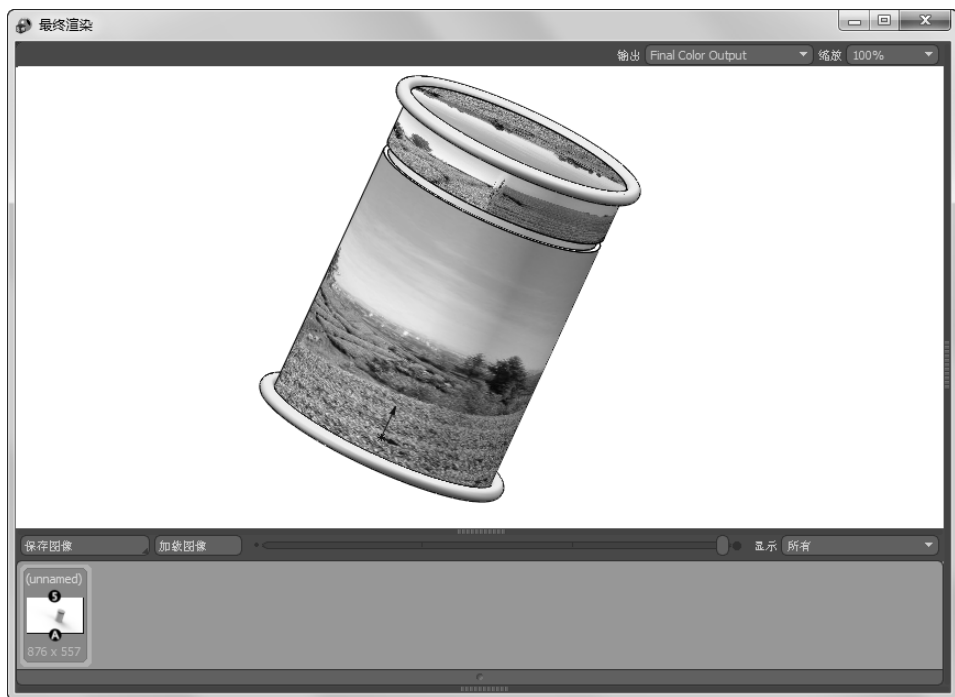

图 8-87 渲染结果
17) 渲染。选择菜单栏“PhotoView 360”→“预览渲染”命令，弹出“零件1.SLDPRT-Photoview 360 2018”对话框，进行渲染，完成渲染后弹出“最终渲染”对话框，显示渲染结果，如图 8-87 所示。